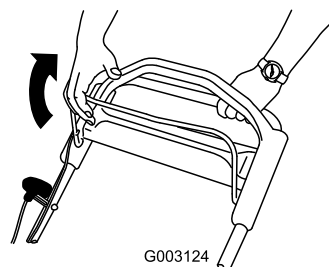

Рисунок 21
2. Потяните штангу управления ножом в направлении рукоятки (Рисунок 21).